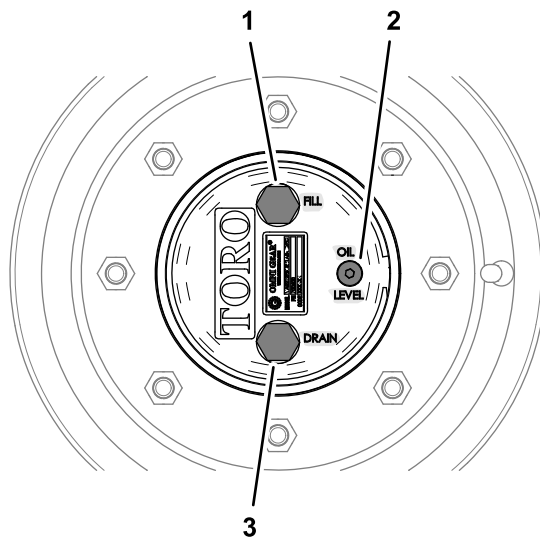

Figure 86
1. Amenez la machine sur une surface plane et horizontale, tournez une roue de sorte que le bouchon de remplissage soit en haut, à la position 12 heures, et le bouchon de vidange soit en bas, à la position 6 heures (Figure 86).
1. Amenez la machine sur une surface plane et horizontale, tournez une roue de sorte que le bouchon de remplissage soit en haut, à la position 12 heures, et le bouchon de vidange soit en bas, à la position 6 heures; voir **Figure 86** sous **Contrôle du niveau de lubrifiant du train planétaire** (page 71).